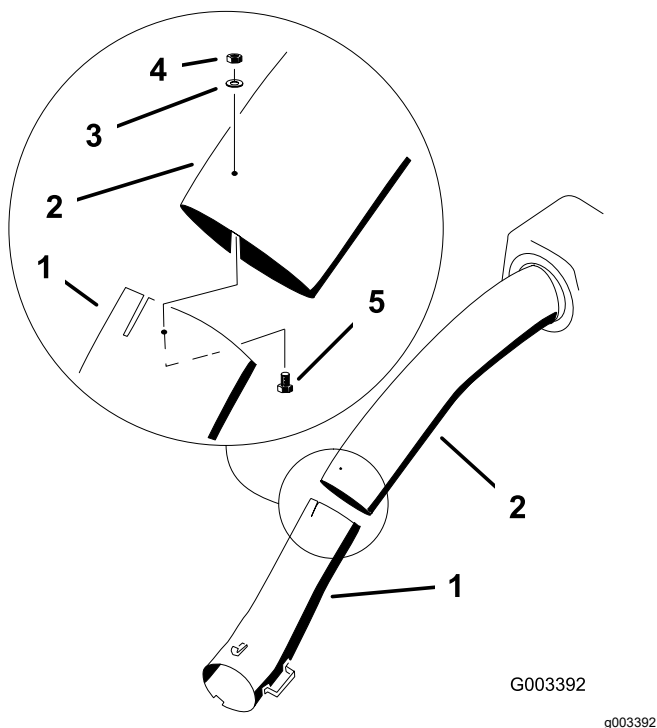

Figura 37
11. Una los tubos superior e inferior con pernos (N° 10 x 3/4"), arandelas planas, y 3 contratuercas, según se muestra en la figura Figura 37.